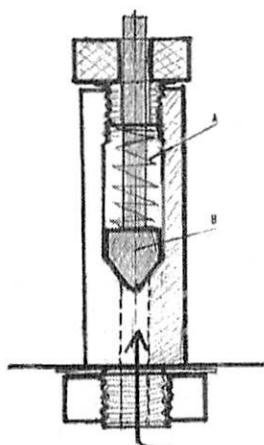
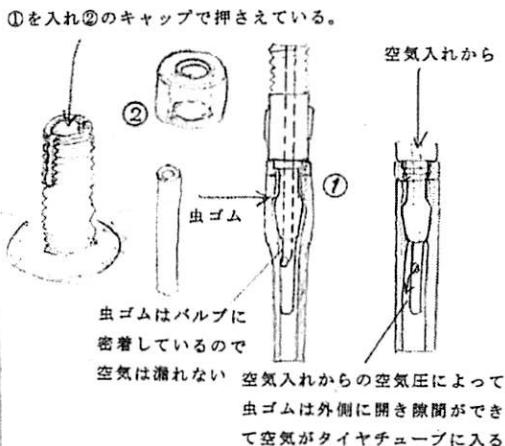

図2 安全弁の構造
図3 空気圧を維持する自転車のバルブ
この改造は、キットが完成して全生徒が試走させた後、よりよく走るための対策として行った。作業そのものは、学年末で時間の余裕がなかったため教員が実施した。安全弁は図2に示す構造をしている。ボイラー内の蒸気圧が押さえねよりも強くなったとき、ニードルバルブが持ち上がり隙間から蒸気が逃げ安全を保つ仕組みである。ところがニードルバルブの精度が悪くて蒸気が漏れている。その漏れを断てば高い蒸気圧はそのままシリンダーに送り込まれるので、①ニードルバルブBと押さえねAを取り外し、②ボイラーキャップの穴の上部からM4ビスを差し入れ、半田付けで埋めた。この改造によって、2回目の試走ではすべて完走した。安全弁の機能をカットして大丈夫かと考えられるが、シリンダーの台座部分が安全弁の働きをしていることと、ボイラーからシリンダーへは弾性に富むチューブでつながっていて、はずれて安全が保たれると判断した。授業で補足説明したことではあるが、参考までに付け加えれば、図3に示す自転車のバルブや浮き輪の空気吹き込み部は、外部からの圧力が加わるほど空気が抜けにくくなる構造になっている。これもエネルギーを無駄にしない、かつ安全のためのしくみである。